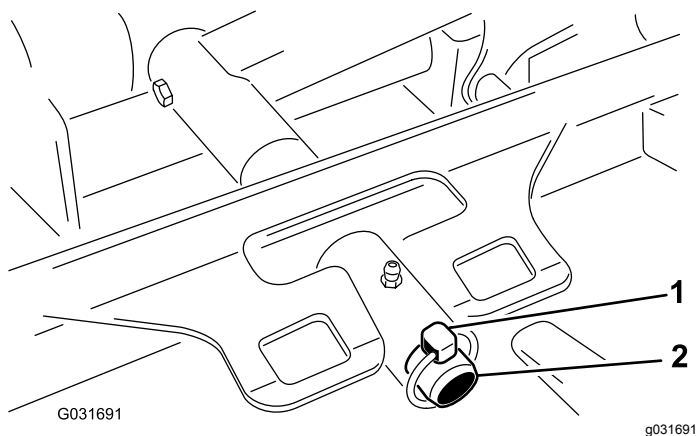

Рисунок 60
3. Извлеките шплинт, который крепит несущую раму деки к оси поворота подъемного рычага (Рисунок 60).
3. Наденьте несущую раму деки на ось поворота подъемного рычага и закрепите ее при помощи шплинта с кольцом (Рисунок 60).